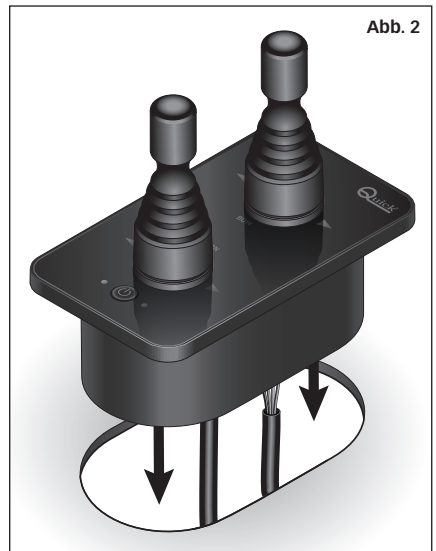

Abb. 2
- **(Abb. 2)** Die Steuerung in die Bohrung einsetzen und andrücken, damit es gut an der Oberfläche zum Anhaften kommt